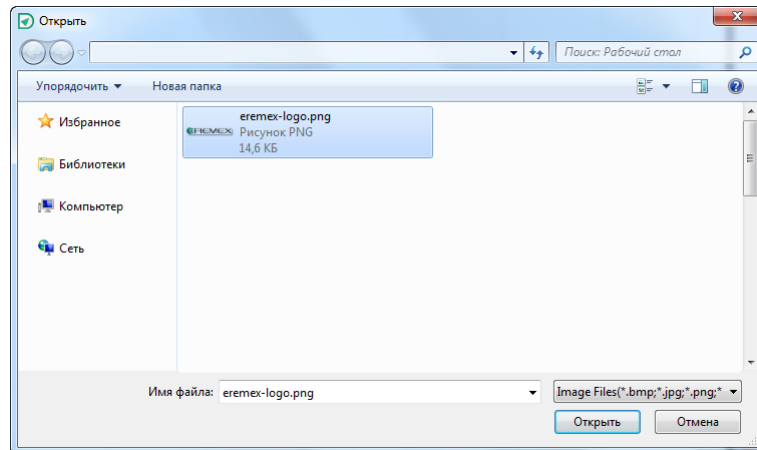

Рис. 345 Указание пути, по которому размещен выбранный рисунок
2. В окне проводника укажите путь к выбранному рисунку и нажмите «Открыть», см. Рис. 345. Выбранный рисунок будет следовать за курсором до момента размещения.